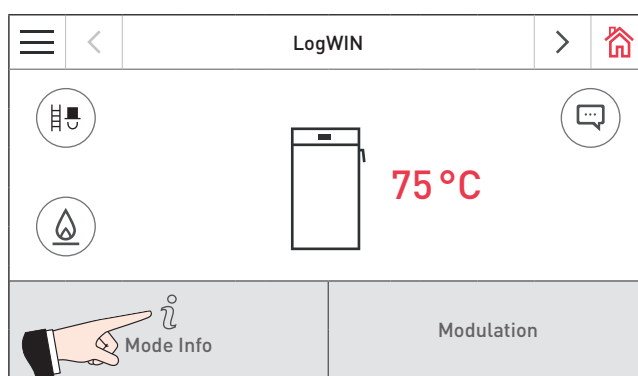

Fig. 62 Écran d'accueil
- ▶ Pour accéder au mode Info, appuyer sur la touche . Il est ainsi possible de voir les principales informations sur la chaudière – Fig. 62.